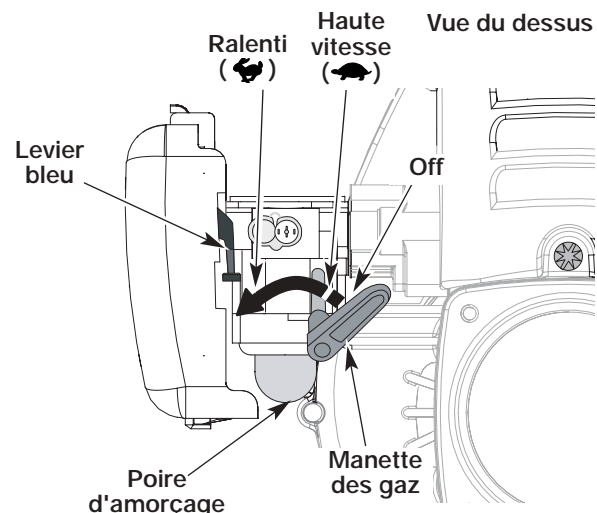
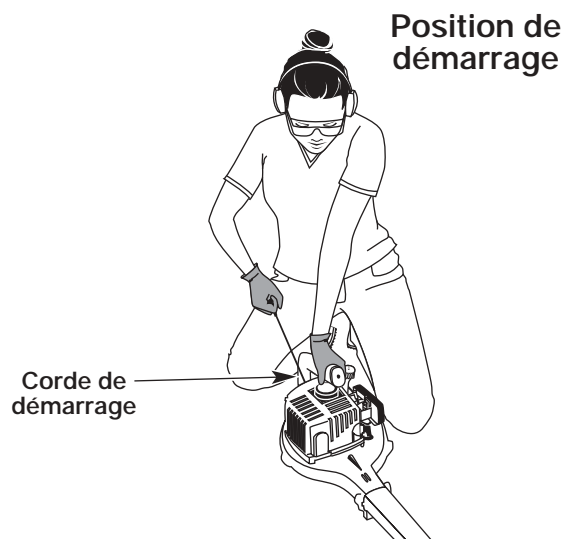

Fig. 2
Fig. 4
**AVERTISSEMENT:** éviter le démarrage accidentel. Se tenir en position de démarrage pour lancer le moteur (Fig. 4). Lors du démarrage, l'opérateur et l'outil doivent être en position d'équilibre afin d'éviter le risque de blessures graves.
2. Pressez et relâchez la poire d'amorçage à 10 reprises, lentement. Une certaine quantité de carburant devrait être visible dans la poire d'amorçage et les conduites de carburant (Fig. 2). Si vous n'apercevez pas de carburant dans la poire, pressez et relâchez la poire autant de fois que nécessaire jusqu'à ce que vous aperceviez du carburant dans cette dernière.
4. Mettre l'outil en position de démarrage (Fig. 4). Mettez la manette des gaz en position de haute vitesse (🐇) (Fig. 2).
1. Pour éteindre le souffleur, déplacez le levier du contrôle des gaz tout à fait à droite, passé la position ralenti (🐢) jusqu'à ce qu'il clique. Veillez à déplacer le levier contre la butée à l'extrême droite pour éteindre l'appareil (Fig. 2).